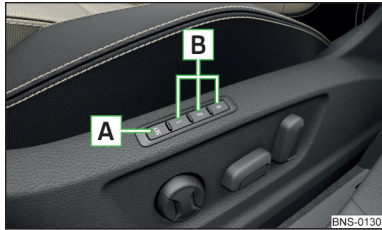

Abb. 89
Unter den Speichertasten **B** am Fahrer- bzw. Beifahrersitz kann jeweils eine Einstellung der jeweiligen Fahrersitz- und Außenspiegelposition gespeichert werden » Abb. 89.
- › Die Taste **SET A** » Abb. 89 drücken und anschließend innerhalb von 10 s die gewünschte Speichertaste **B** drücken. Das Speichern wird mit einem akustischen Signal bestätigt.
- › Die Zündung einschalten und die gewünschte Speichertaste **B** » Abb. 89 drücken.